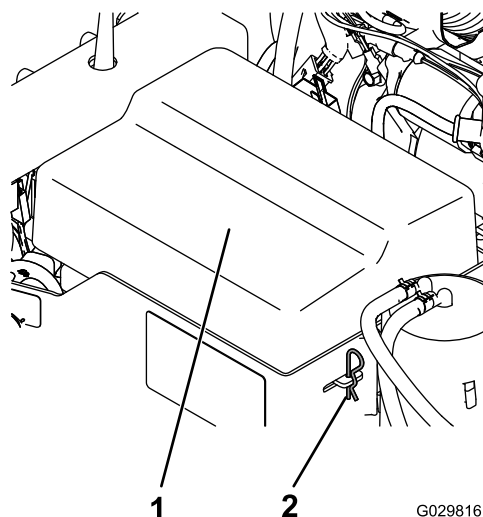

図 3
6. バッテリーカバーをバッテリーボックスに取り付け、ストラップでカバーを固定する 図 3。